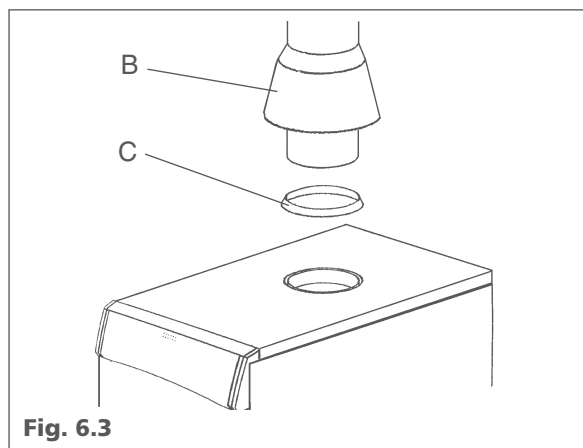

Fig. 6.3
Le caldaie Novella R.A.I. 55-64-71 necessitano dell'installazione dell'interruttore di tiraggio (B) con relativo collare (C) vedi fig. 6.3.